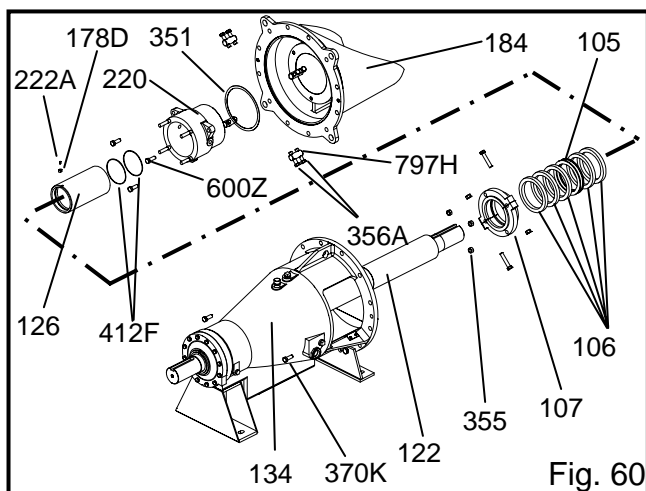

Fig. 60
15. Colocar a chave da camisa (178D) no escotel do veio (122). Instalar os o-rings (412F) na camisa do veio (126), deslizar a camisa no veio até que a chave e o escotel estejam alinhados. Montar o parafuso de pressão (222A) e apertar para fixar a camisa no sítio. Ter cuidado para não deteriorar ou arranhar a camisa ou o veio durante este processo. Fixar a caixa do empanque (220) e a junta (351) à tampa do bucim (184) usando os parafusos (600Z). Caso tenham sido removidos, re-instalar os quatro pernos. Nas bombas maiores usar um cabo de elevação ou olhal e corrente para suportar o peso da tampa do bucim durante a montagem. Montar a tampa do bucim (184) no ressalto do suporte dos rolamentos (134). Ter cuidado para não raspar ou marcar o veio (122) ou a camisa (126) durante a instalação. Prender os dois parafusos (370K) que fixam a tampa do bucim (184) ao suporte dos rolamentos (134). Instalar dois anéis de empanque (106) na tampa do bucim escalonando as junções. Inserir o anel circulador (105) garantindo o seu alinhamento com o orifício de lubrificação. Se o anel circulador tiver furos para extracção garantir que eles ficam virados para fora da caixa. Instalar mais três anéis de empanque (106), o bucim (107), porcas do bucim (355), apertando-as à mão. Instalar o tubo de lubrificação que foi removido antes da desmontagem, ver Fig. 60.